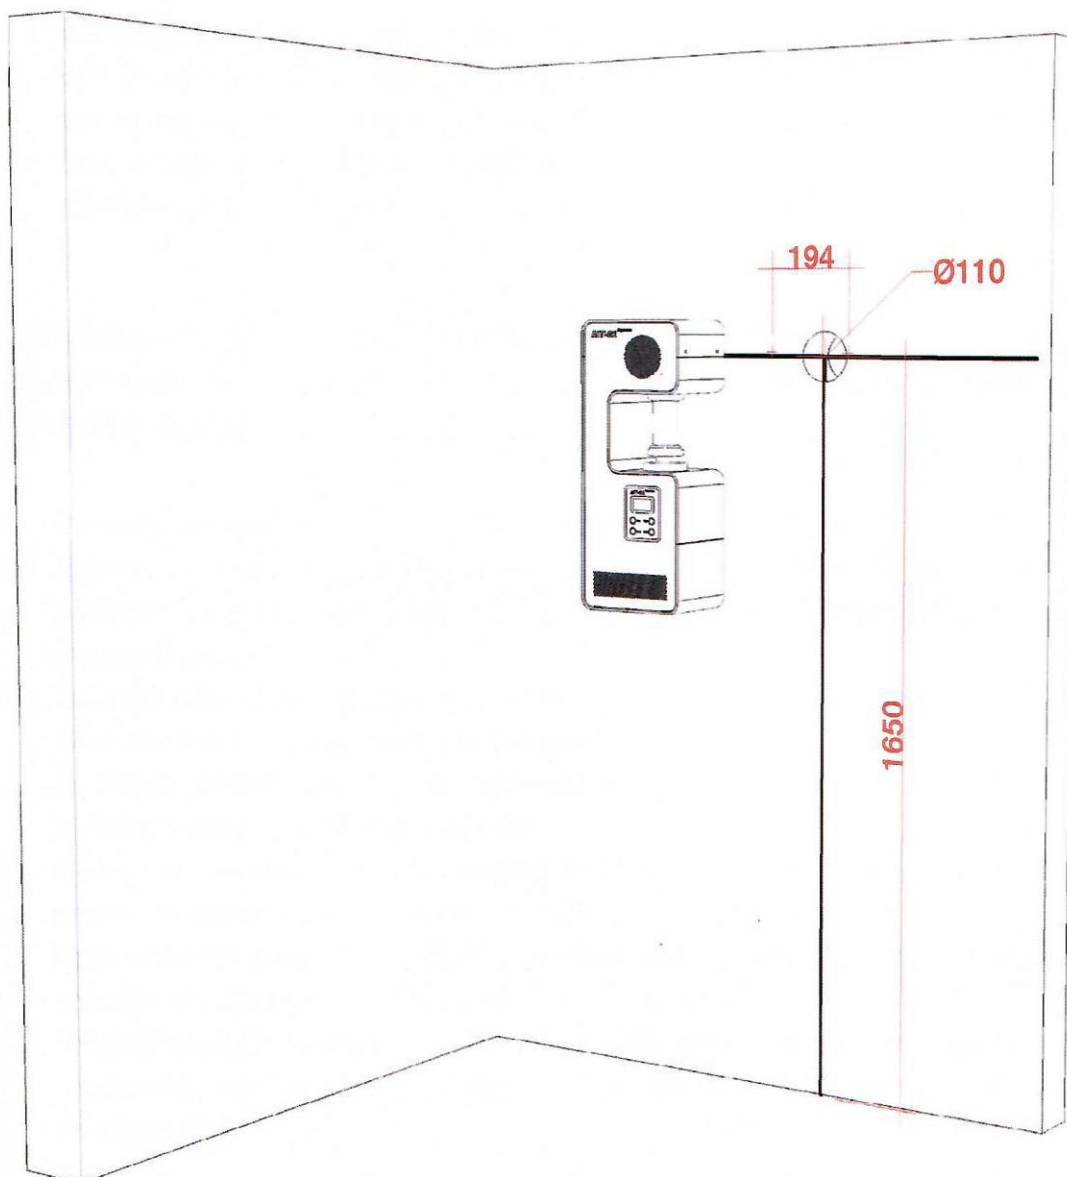

Рис. 2
- 2.1. В месте установки Аэрогалитгенератора просверлить в стене отверстие для выходного патрубка воздуховода. Диаметр отверстия 110 мм, высота 1650 мм от чистого пола (Рис. 2).
- 2.2. Разметить отверстия для крепежных элементов (Рис. 2).